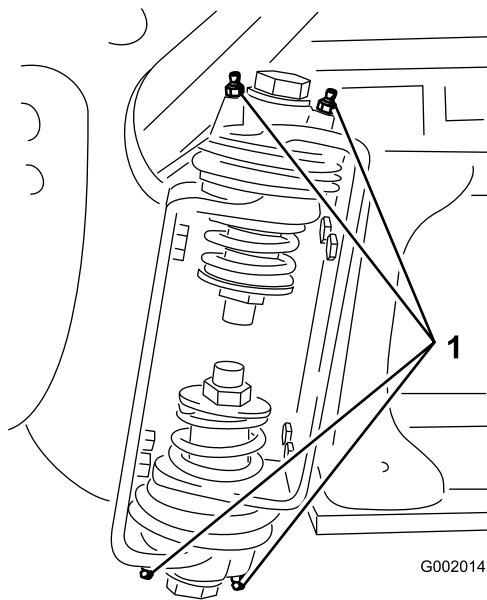

Figura 43
2. Introduza massa lubrificante no rolamento ou casquilho de cada encaixe Figura 43.